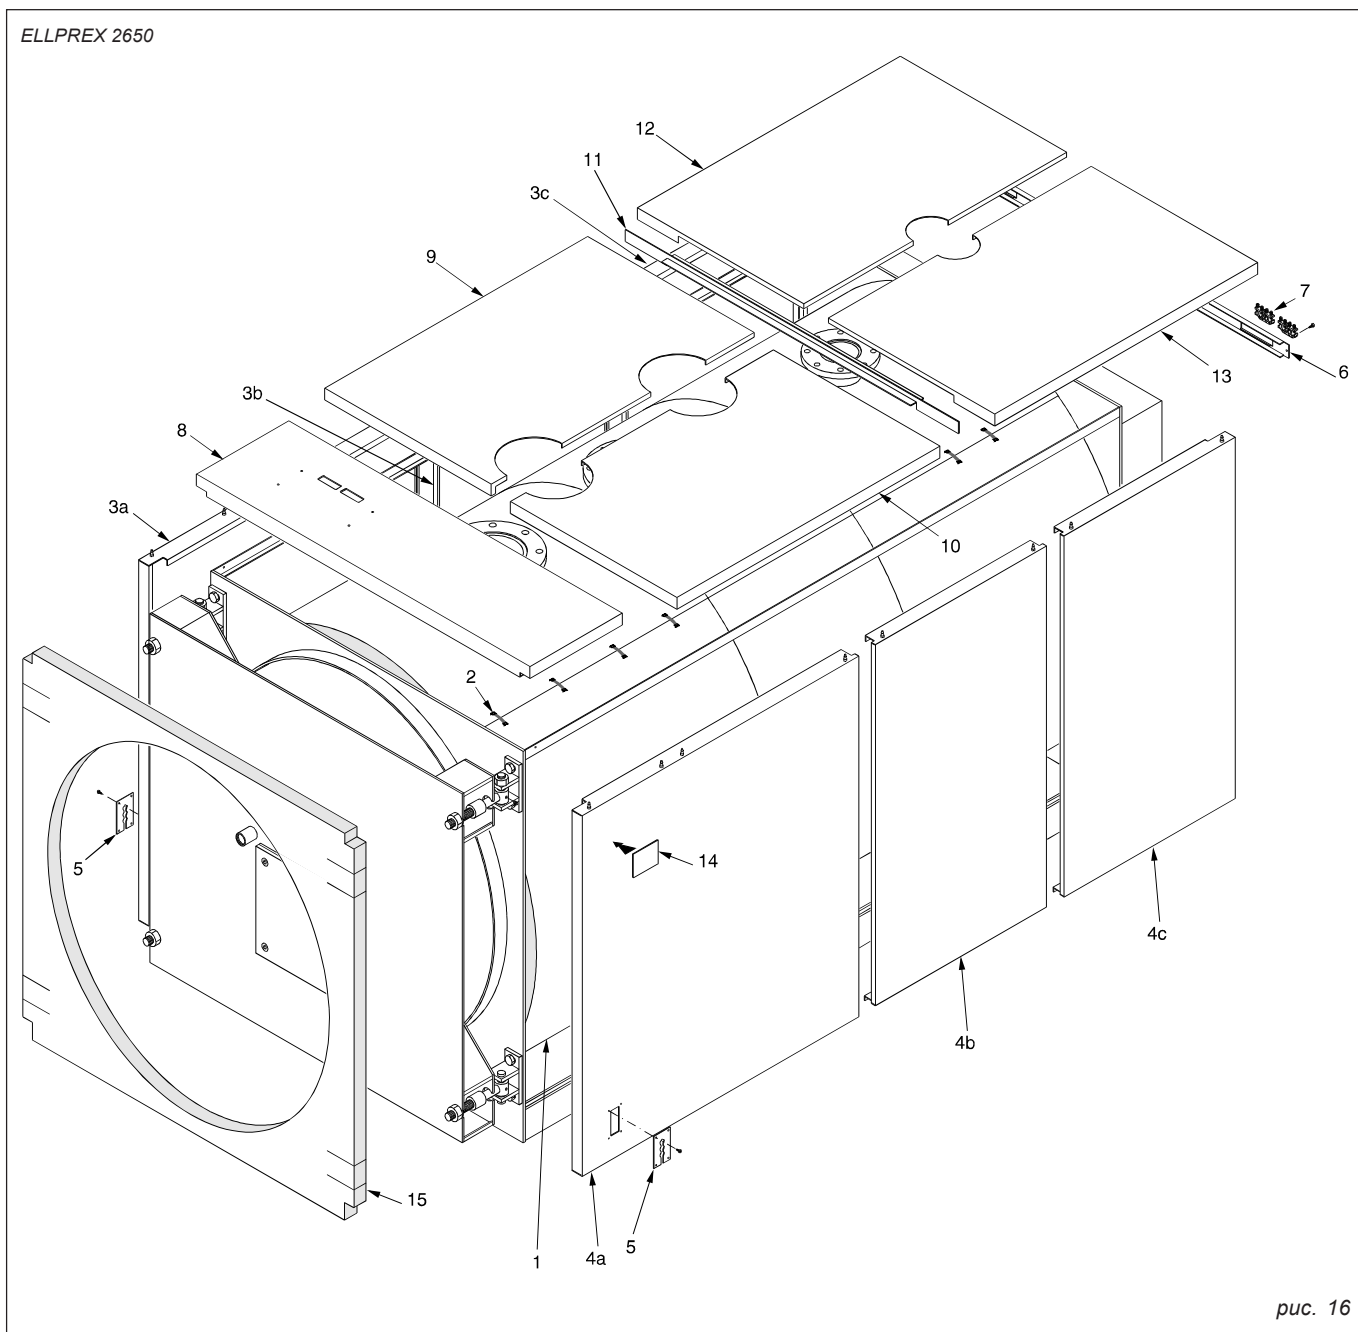

рис. 16
**ВНИМАНИЕ:** Кожух для модели ELL 2650 (см. рис. 16) упакован в четыре коробки. Кожух для моделей ELL 3000 и ELL 3500 (см. рис. 17) упакован в три коробки, на которые нанесена следующая маркировка:
**Последовательность монтажа. См. рис. 16**